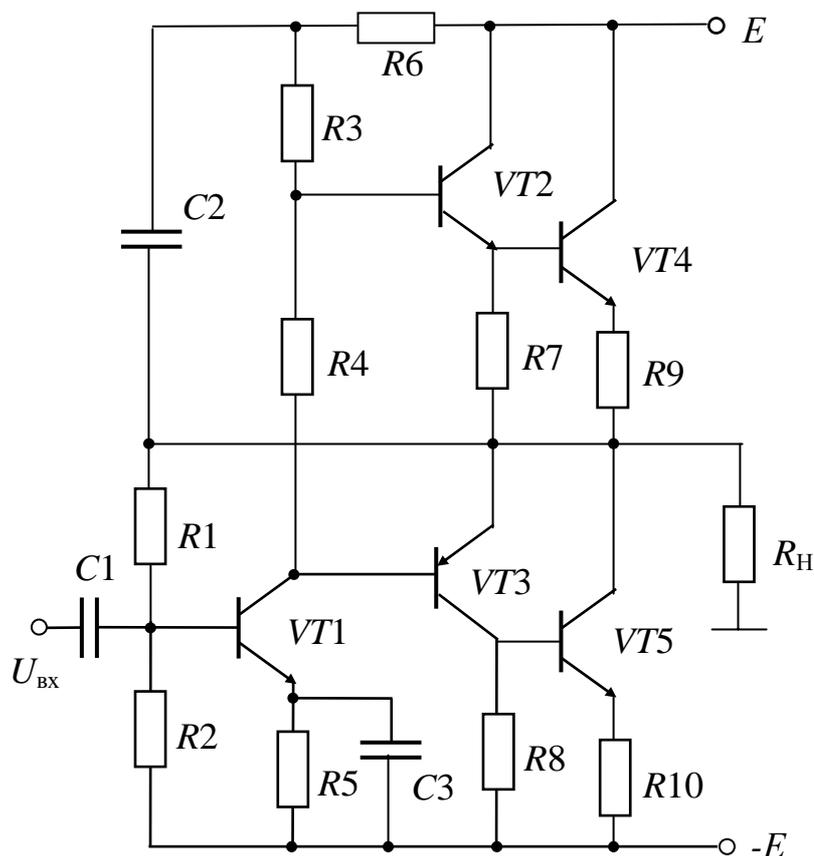

Рисунок 12.1 – Выходной каскад УНЧ
12.3.1 Пусть стоит задача выбора основных элементов двухтактного выходного каскада усилителя звуковых частот (рис.12.1) с выходной мощностью $P_H = 10$ Вт и сопротивлением нагрузки $R_H = 8$ Ом. Усилитель низкой частоты выполнен по схеме с квазидополнительной симметрией выходных транзисторов. Усилитель питается от двухполярного источника. В точке покоя напряжение на нагрузке устанавливается равным нулю. В УНЧ используется цепь параллельной отрицательной обратной связи по напряжению через резистор $R1$ и вольтодобавочная цепь положительной обратной связи за счет элементов $C2$ и $R6$ [11,18].